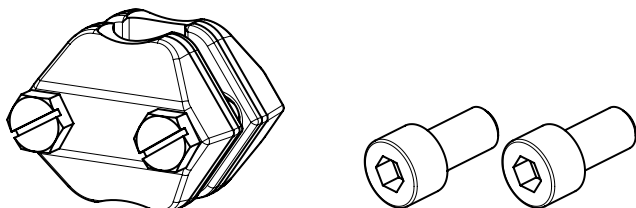

Fig. 14 : Kit de montage V2001
4. Sortir la tige de servomoteur (3) jusqu'à ce qu'elle entre en contact avec la tige de clapet (5).
5. Mettre en place les deux pièces d'accouplement (cf. Fig. 14) du kit de montage V2001 et les visser.